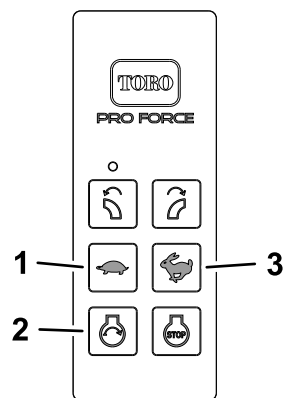

Рисунок 19
- Нажмите и удерживайте в нажатом положении кнопку ПУСК ДВИГАТЕЛЯ (Рисунок 19) на ручном пульте дистанционного управления, пока двигатель не запустится.
- Отрегулируйте частоту вращения двигателя с помощью ручного пульта дистанционного управления, нажимая кнопку УВЕЛИЧЕНИЕ ЧАСТОТЫ ВРАЩЕНИЯ ДВИГАТЕЛЯ или УМЕНЬШЕНИЕ ЧАСТОТЫ ВРАЩЕНИЯ ДВИГАТЕЛЯ (Рисунок 19).